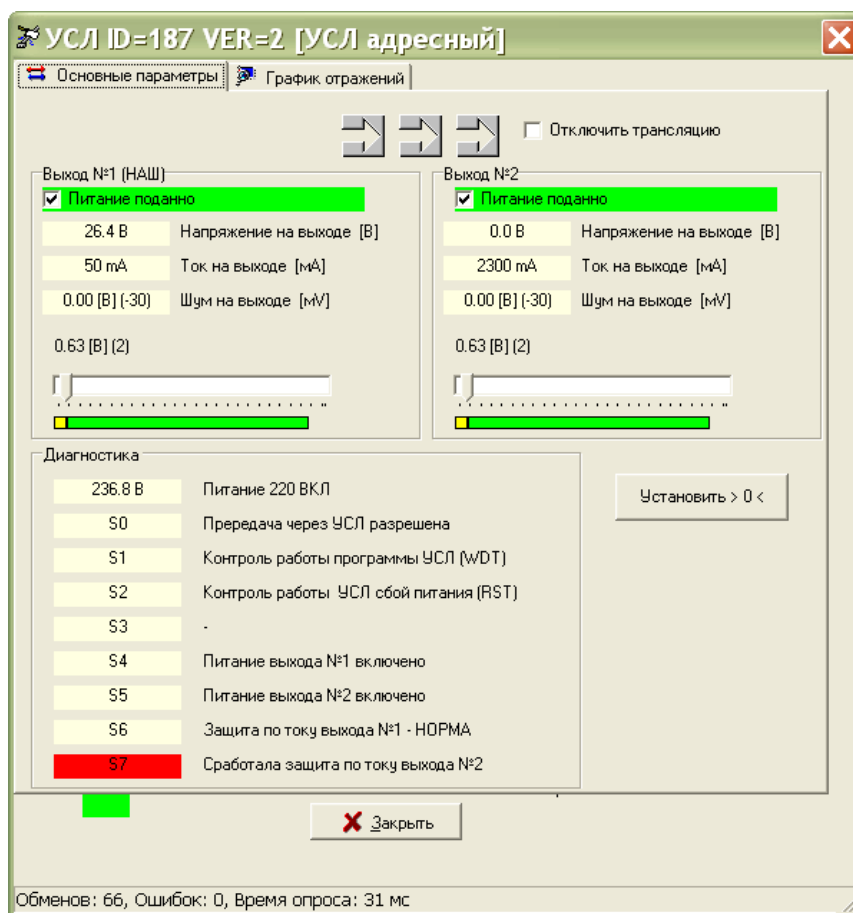

Рисунок 23
- 5) Кратковременно, на время измерений, подключить к проводникам кабеля ХТ3 нагрузочный резистор 10 Ом, 10 Вт. Проверить появление сообщения, выделенного красным цветом: «Сработала защита по току выхода» (рисунок 23). Проверить периодическое мигание индикатора УСЛ-П «Питание».